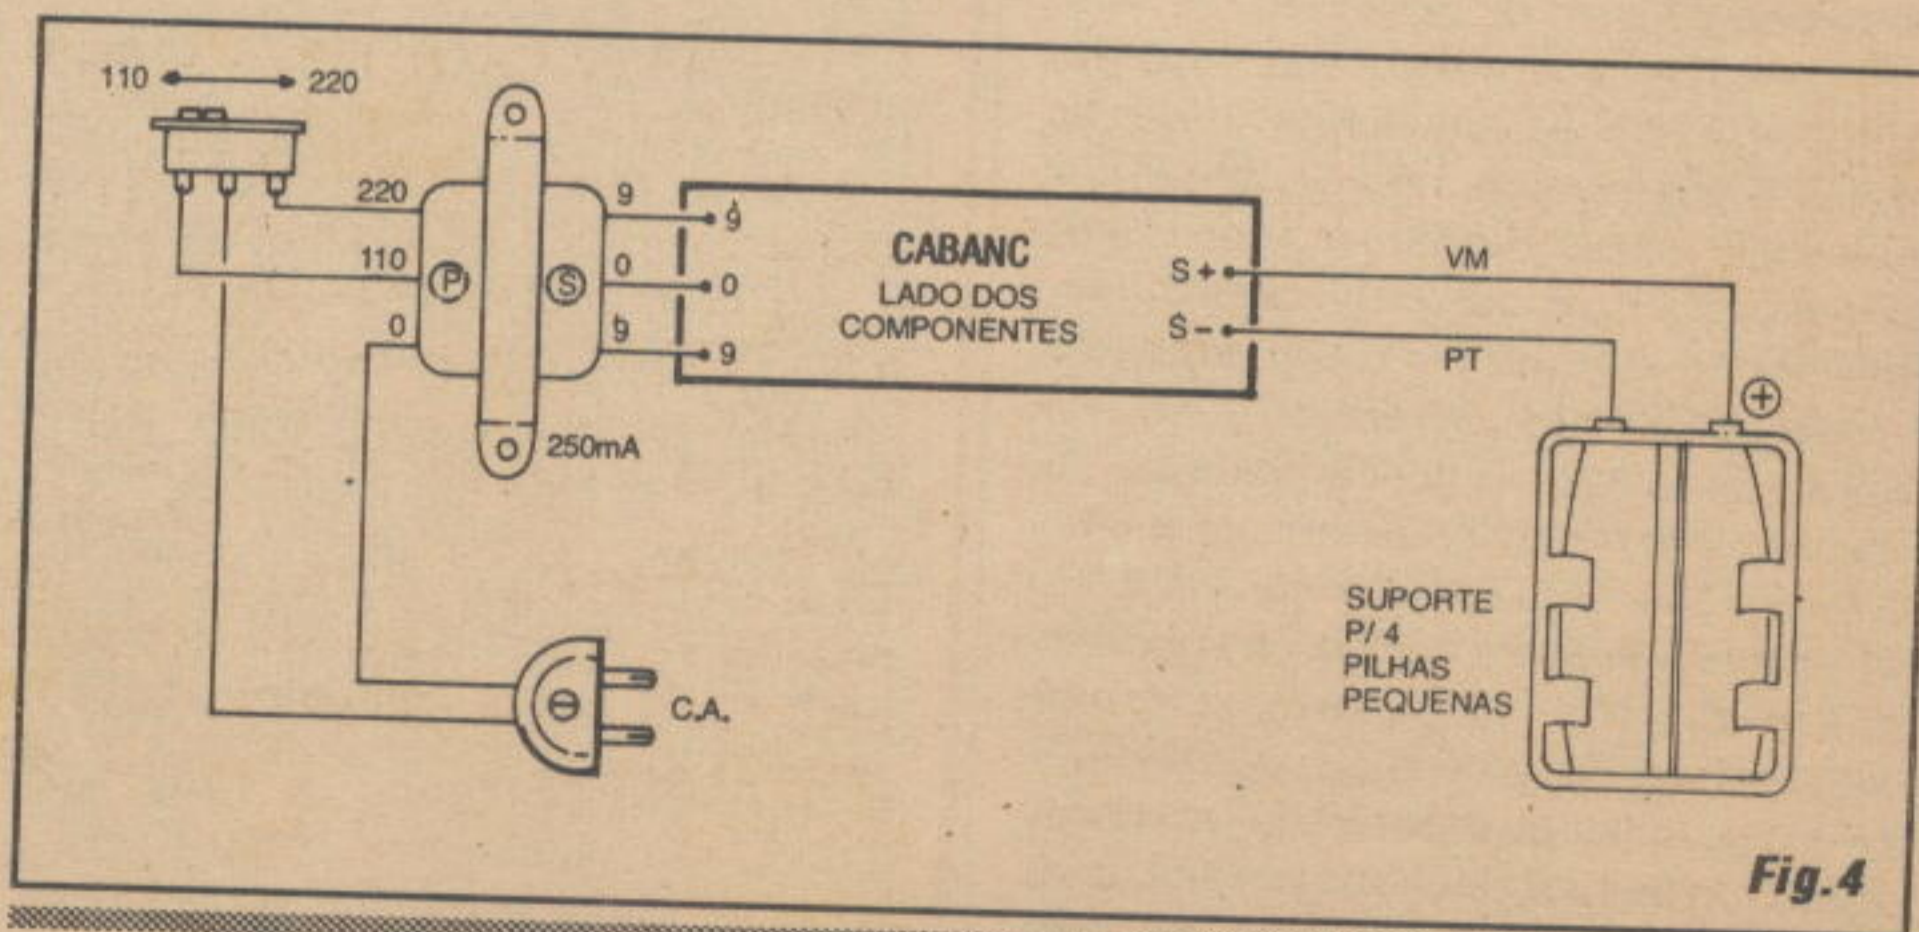

Fig. 4
- FIG. 4 - CONEXÕES EXTERNAS À PLACA - No diagrama a placa continua vista pelo seu lado *não cobreado* (como na figura anterior...), só que agora a ênfase se concentra nas ligações dos componentes e peças que ficam, fisicamente, *fora* do impresso... Observar, cuidadosamente, os seguintes pontos: polaridade (convencio-